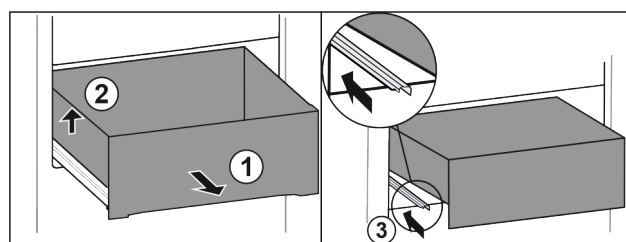

Fig. 92
- ▶ Dra ut utdragslåda fram till stopp. Fig. 92 (1)
- ▶ Lyft utdragslåda på vänster sida. Fig. 92 (2)
- ▶ Skjut in vänster skena. Fig. 92 (3)